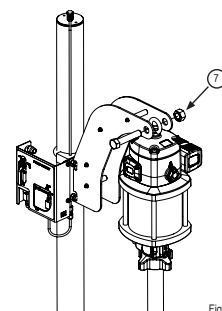

Fig. 6
3. Only for model 26741. Fix the pump through eye bolt with bolt and nut (7) (fig. 6).
8. Endast för modell 26741: Fäst pumpens lyftögla med skruven och muttern (7) (fig 6.)